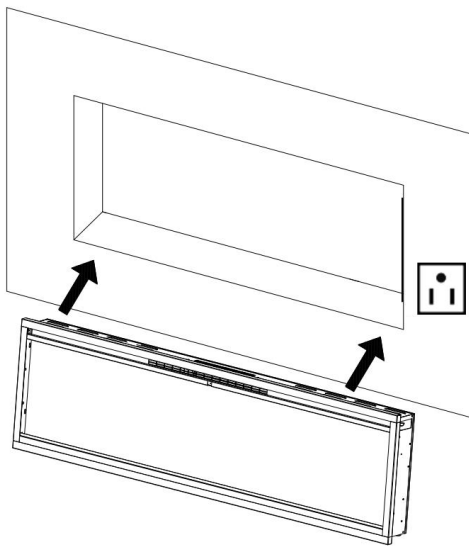

Fig. 2-1
2. Demandez à deux personnes adultes de soulever le foyer et de l'insérer dans le cadre d'encastrement, puis de le fixer en installant 2 vis à bois (**B**) dans les trous (**Fig. 2-1, Fig 2-2**).